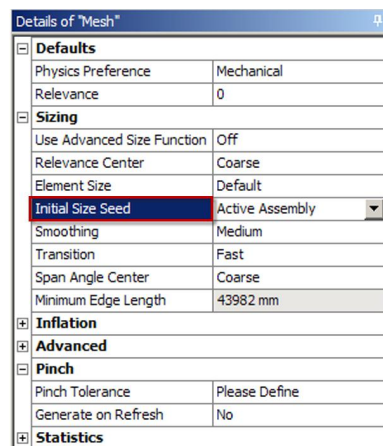

Рис. 5.18
2.4. Источник исходного размера (*Initial Size Seed*) указывает компонент геометрии, для которого определяется начальный размер элементов всей сборки или её части (рис. 5.18).